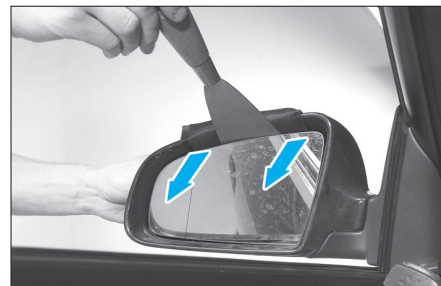

Fig. 46
- À l'aide d'un petit outil plat, dégraffer la glace du rétroviseur (Fig.46).